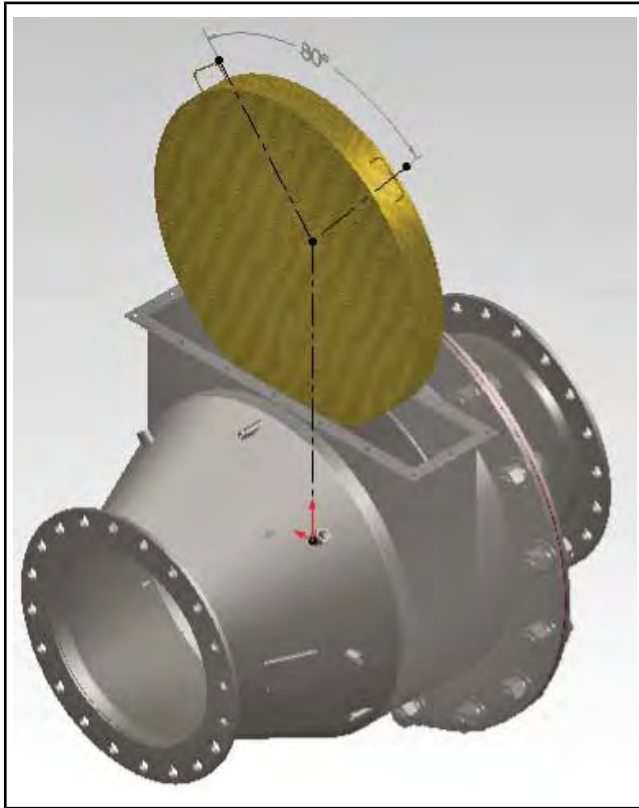

Рисунок 15.10-7: Извлеките оставшийся элемент
- Извлеките оставшийся элемент (см. Рисунок 15.10-7).